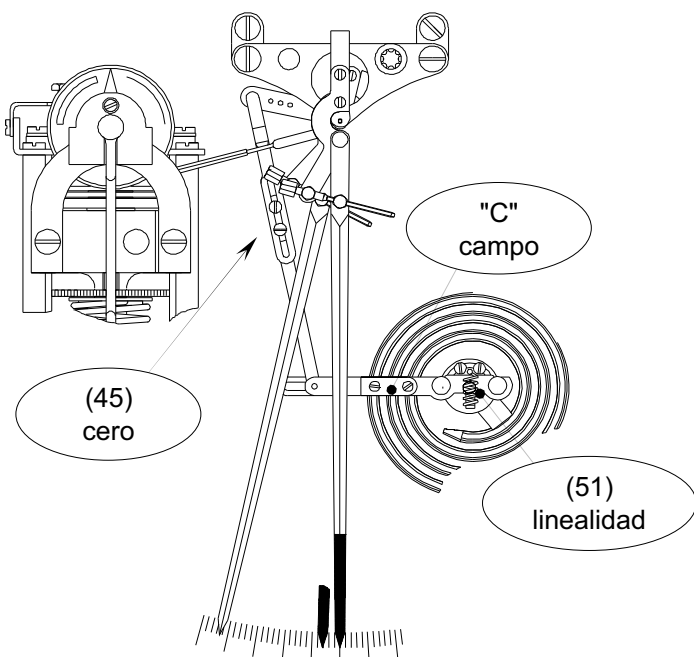
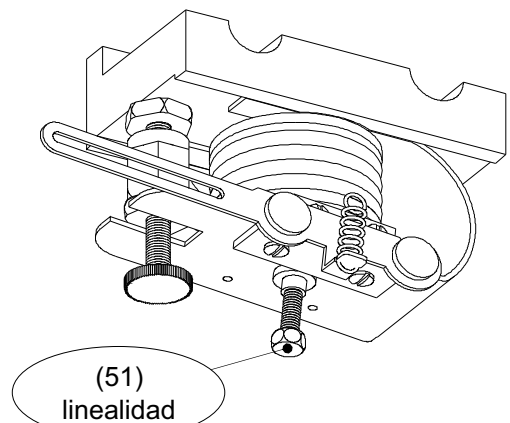

Fig. 8.1.1
Fig. 8.1.2
Para corregir eventuales pequeñas diferencias del indicador negro de la variable medida con respecto al valor real, actuar sobre el tirante (45) (ver Fig 8.1.1).
Ver Fig. 8.1.1 para elementos de temperatura y presión (Serie 350). Ver Fig. 8.1.2 para elementos receptores 3÷15 psi (Serie 350).